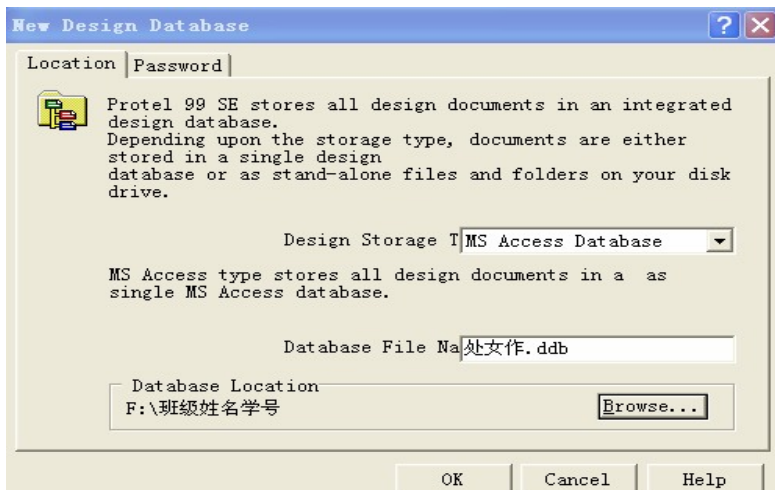

图 1-1 新建设计数据库对话框
(1) 启动 Protel 99 SE(双击桌面上的 Protel 99 SE 快捷图标 ，进入 Protel 99 SE 设计环境)。
(2) 在设计环境中，执行菜单命令 File\New ，系统将弹出新建设计数据库对话框，如图 1-1 所示。